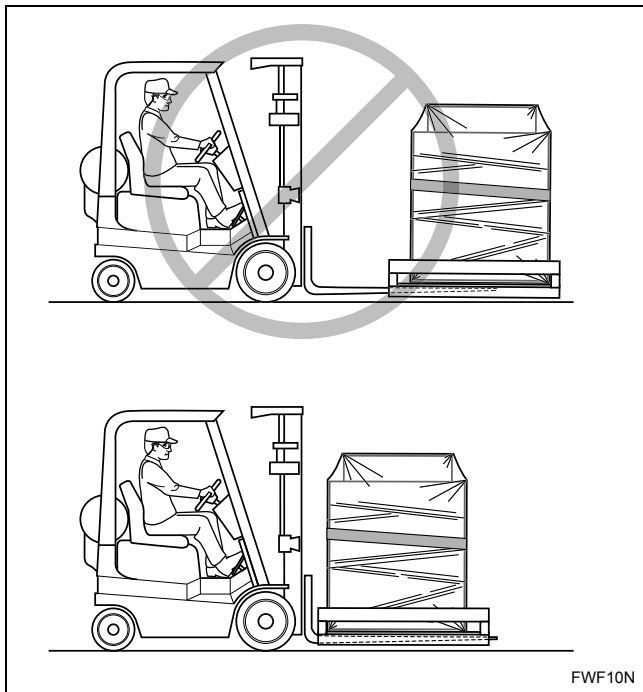

Figura 3
2. Ajuste os braços do empilhador para o seu comprimento e largura máximos e insira-os por completo sob o centro da plataforma. Consulte a *Figura 3*.